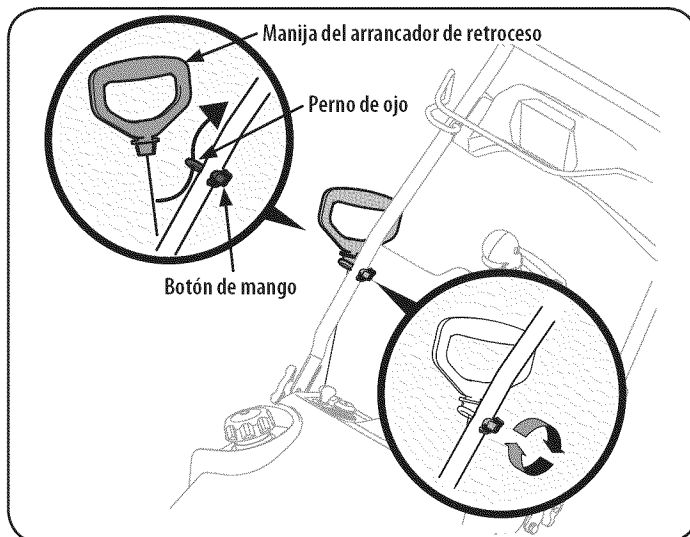

Figura 10
2. Coloque el perno de ojo y la perilla de la manija en la manija superior como se indica en la Figura 10. No ajuste completamente los herrajes hasta que se le indique que lo haga.
4. Deslice la cuerda del arrancador de retroceso dentro del perno de ojo desde la parte posterior de la máquina quitanieve. Vea la Figura 10.